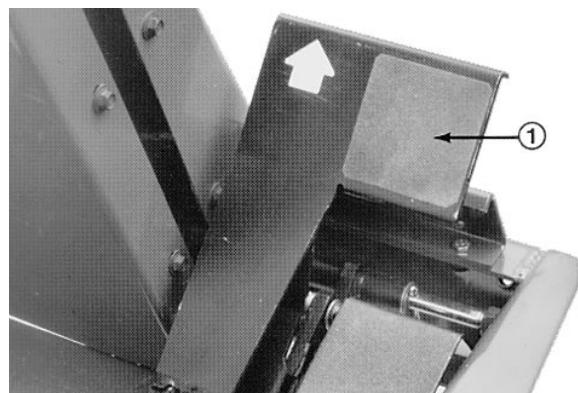

Figure 11
**Pédale de déplacement** (Fig. 11)—elle a deux